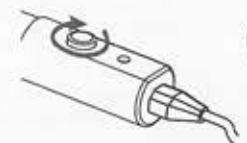

Fig.9
- * Ruotare il termostato in senso orario fino a raggiungere la regolazione massima [Fig. 9].